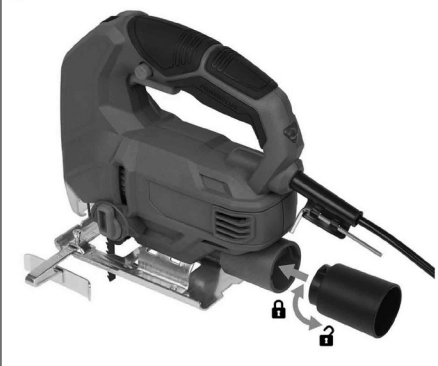

Fig. 1
7.1 Înlocuirea lamelor ferăstrăului (fig. 1)
- Trageți pârghia clemei pentru lamă (11) și glisați lama ferăstrăului (14) în canelura de prindere, cu dinții orientați înainte.